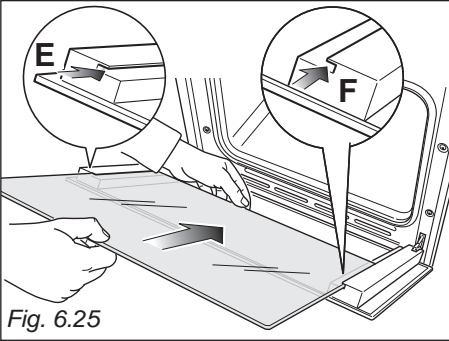
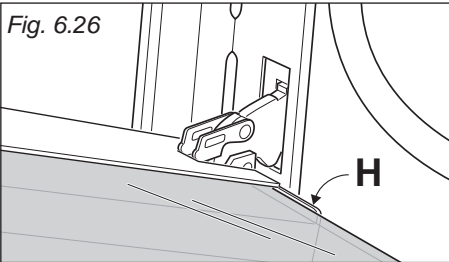

Fig. 6.25
Fig. 6.26
- För in glaspanelen i spåren "**E**" och "**F**" (Fig. 6.25) och skjut panelen in i hållaren "**H**" (Fig. 6.26).